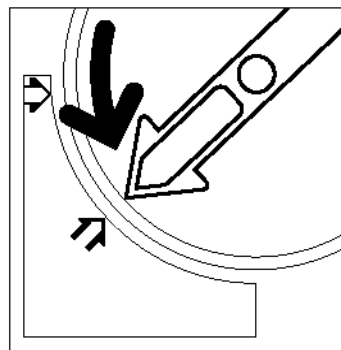

Figure 9 : Rotation de la cartouche de toner
- 3** Retirez la cartouche en la tournant dans le sens anti-horaire. Les deux points sur la cartouche et sur la machine doivent être alignés (voir la figure 9).